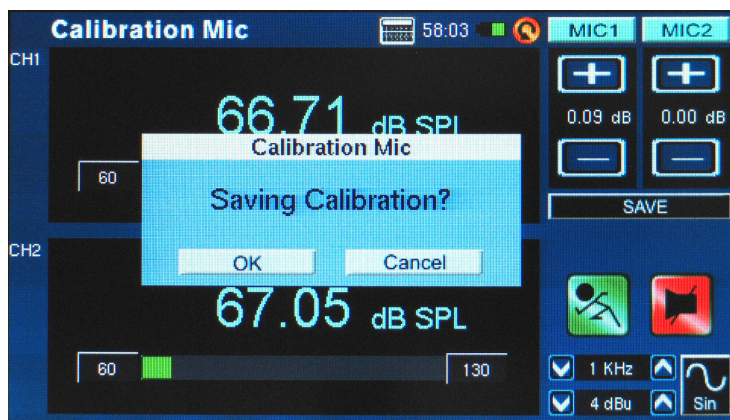

figura 71
- Presione el botón SAVE (guardar) para completar la calibración (el PAA6 reiniciará en este caso) o el botón BACK (regresar) para salir sin almacenar (figura 71 muestra la pantalla de confirmación de guardar la calibración).